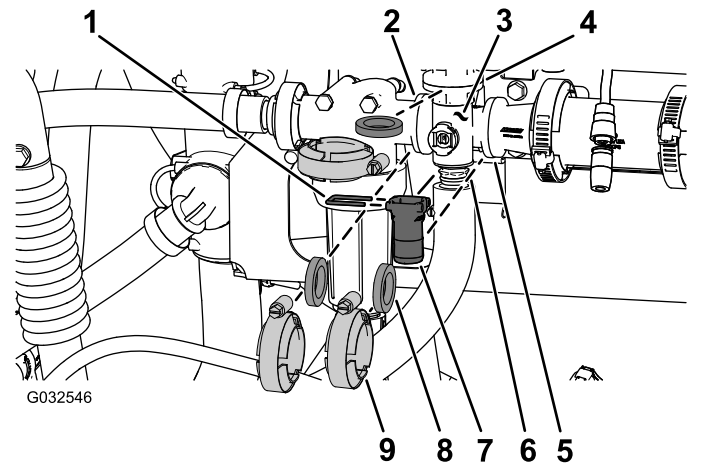

図 102
1. 図 102のように、攪拌バルブののマニホールドを攪拌バイパスバルブ、圧力フィルタヘッド、縮径カップリング、アダプタフィッティング攪拌スロットルバルブに固定しているクランプとガスケットとクイックコネクピンを外す。